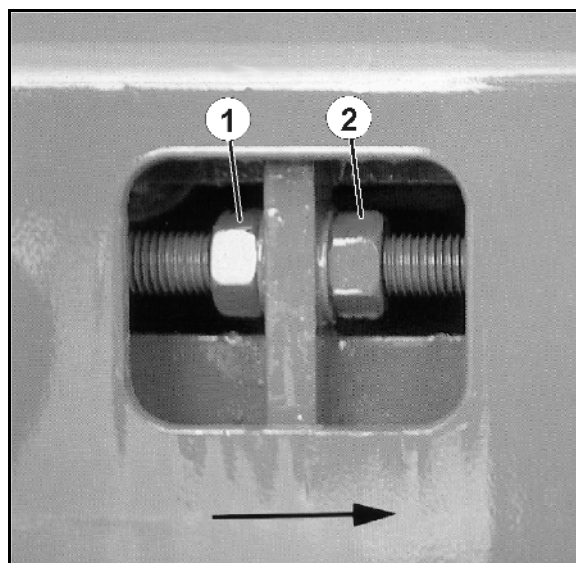

Рис. 113
1. Ослабьте задние контргайки (Рис. 113/1) в направлении движения (см. стрелку) с обеих сторон вращением влево.
2. Равномерно поворачивайте гайки (Рис. 113/2) в направлении движения (см. стрелку) с обеих сторон влево.
Регулировочный ход гаек (Рис. 113/2) должен быть одинаковым с обеих сторон основания ленточного транспортёра. Заворачивайте обе гайки (Рис. 113/2) не более чем на $\frac{1}{2}$ оборота ключа. Затяните контргайки и проверьте, равномерен ли ход ленты транспортёра.